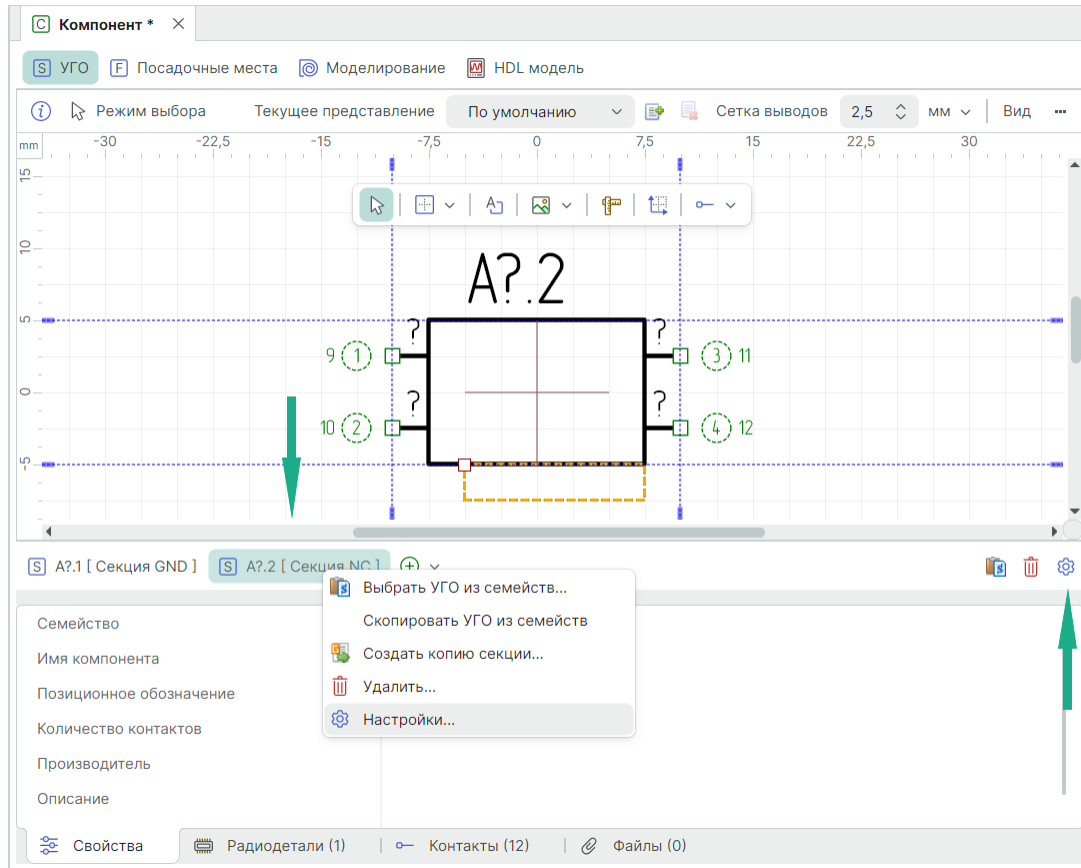

Рис. 213 Вызов настроек секций
1. Вызовите окно настроек из контекстного меню секции или с помощью символа , расположенного в правой части редактора, см. Рис. 213.